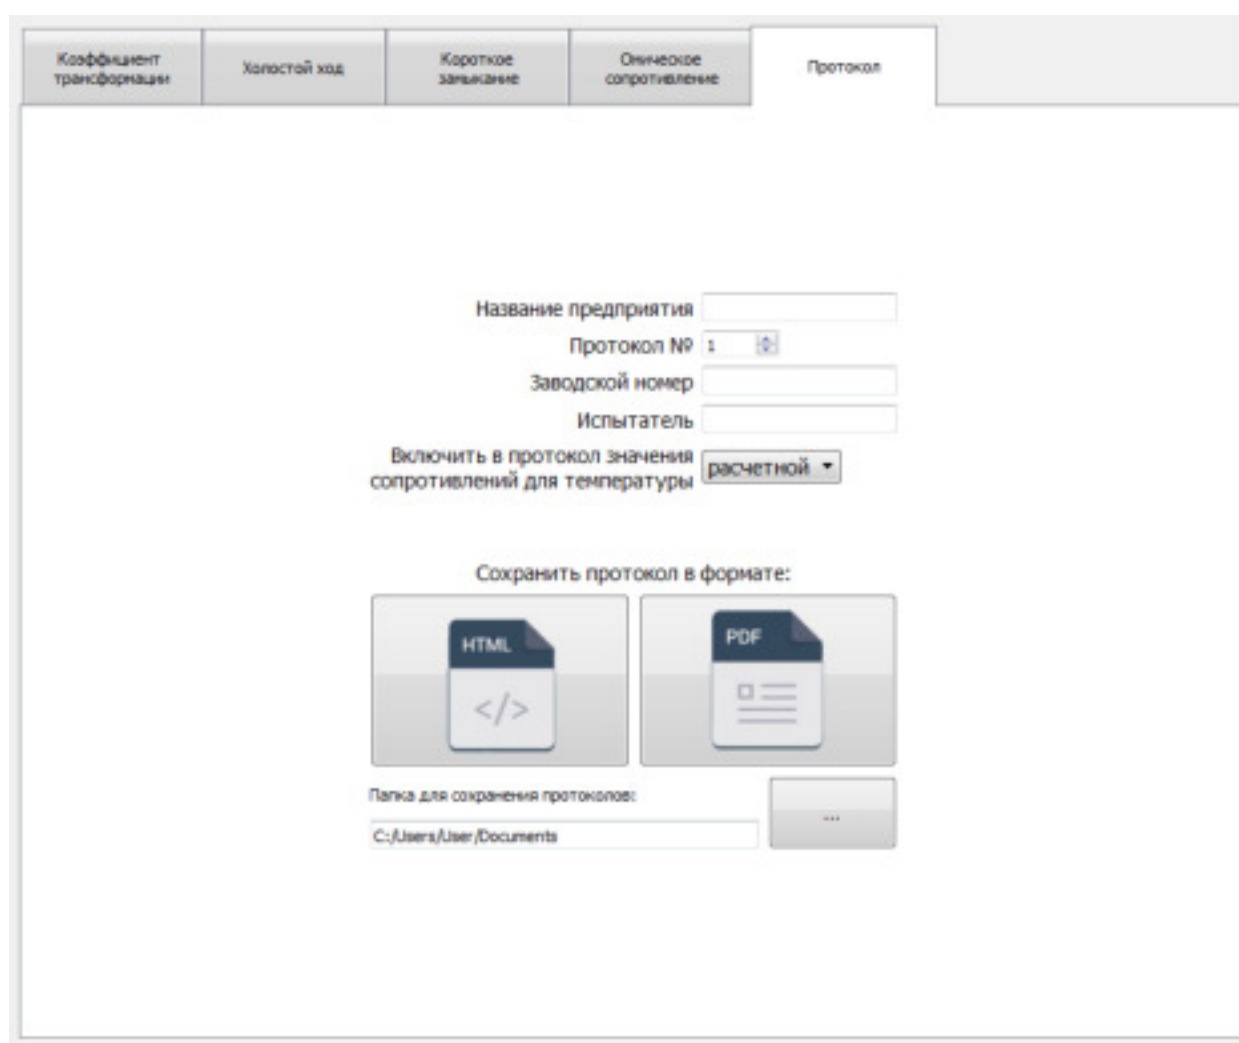

Рис. 24. Вкладка «Протокол»
5.6.1. Вкладка «Протокол» (рис. 24) позволяет сохранить результаты измерений в форме протокола.